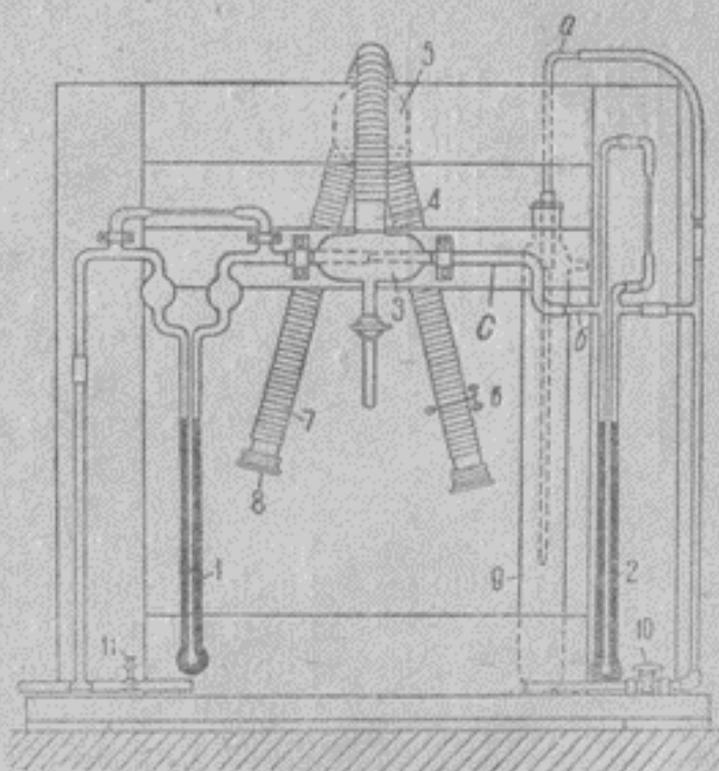
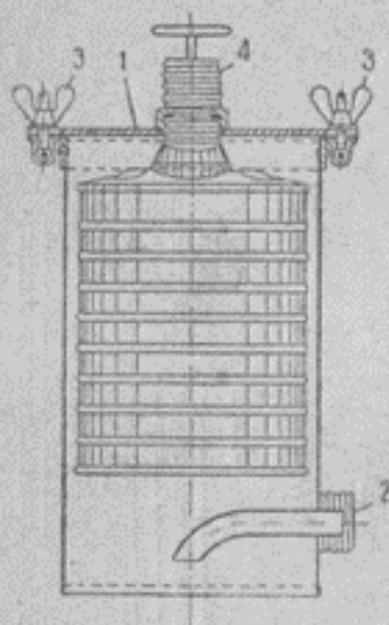

Рис. 21. Динамический прибор для испытания противогазов на мощность по газам и парам.
Рис. 22. Цилиндр к прибору для испытания противогазовых коробок на мощность.
Прибор (рис. 21) состоит из воздушного (1) и газового (2) реометров. Воздух и газ, пройдя реометры 1 и 2, входят в смеситель 3, откуда по трубке 4 подходят к разветвлению тройника 5. Одна ветвь разветвления с зажимом 6 отводится в тягу и служит для выпуска тока газа и воздуха при налаживании прибора. Другая ветвь, имеющая на конце гофрированной трубки 7 накидную гайку 8, привертывается к цилиндру для испытания коробки противогаса (рис. 22).
Цилиндр для испытания коробок (рис. 22) состоит из железного цилиндра, закрывающегося металлической крышкой, с внутренней стороны которой имеется накидная гайка 1. С боковой стороны цилиндра припаяна горловина от коробки противогаза 2, на которую навертывается накидная гайка 6 трубки, идущей от смесителя (рис. 21). Крышка привертывается к цилиндру с помощью барашков 3. Между поверхностью крышки и цилиндра проложено резиновое кольцо для герметичности. Припаянная к крышке горловина 4 от коробки противогаза служит для отвода воздуха к индикатору проскока.
Порядок испытания. Испытания противогазов ведут, как уже говорилось, при токе воздуха 30 л/мин. Установка воздушного и газового реометров на требуемые высоты выполняется в следующем порядке (рис. 21).
При установке уровней проверяют концентрацию (как указано ранее), присоединяя поглотительные сосуды к трубке крана на смесителе. Проверив концентрацию, приступают к испытанию противогаза. Отвертывают крышку цилиндра для испытания, ввертывают в накидную гайку испытываемый противогаз и закрывают цилиндр для испытания, крепко завертывая барашки. Присоединяют цилиндр к гофрированной трубке от смесителя, как уже было сказано. На горловину верхней крышки цилиндра навинчивают тройник 5 (рис. 22). Один конец тройника закрывают куском резиновой трубки с винтовым зажимом, к другому концу тройника присоединяется дренсель с раствором для обнару-
живания проскока. Присоединив цилиндр с противоголом к прибору, закрывают зажим 6 на приборе (рис. 21), пуская таким образом смесь воздуха и газа в противоголом.